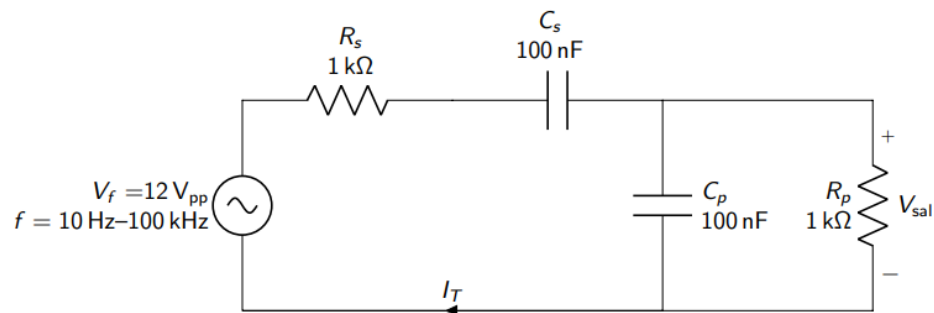

Figura 11.2: Circuito RC serie-paralelo.
Gráfica 3. Respuesta simulada para el voltaje V_{sal} del circuito de la figura 11.2
4. ¿Cual es la utilidad práctica del circuito RC serie-paralelo (Wien) en la figura 11.2?